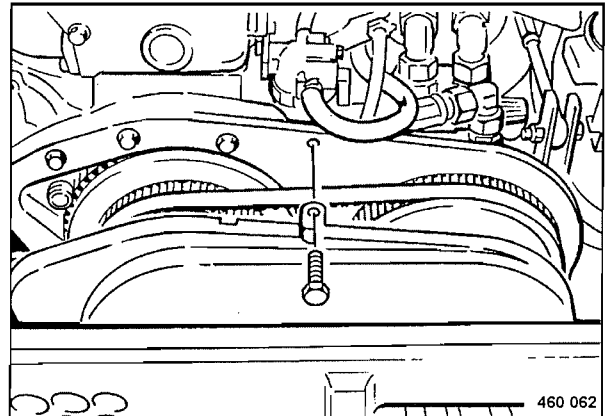

Fig. 127
- Desmontar la cubierta protectora (Fig. 127).